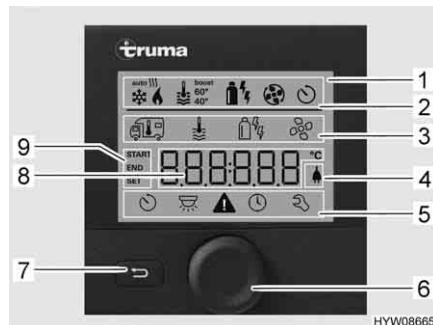

Fig. 119 Centralina di controllo con indicazioni
- Riga di stato (Fig. 119,2)
- Riga di menu in alto (Fig. 119,3)
- Area di indicazione (Fig. 119,8)
- Riga di menu in basso (Fig. 119,5)
- Premere la manopola/il pulsante (Fig. 119,6) per circa 3 secondi. Vengono visualizzate entrambe le righe di menu (Fig. 119,3 e Fig. 119,5). Il primo simbolo lampeggiava.
- Ruotare la manopola/il pulsante (Fig. 119,6), finché viene visualizzato il simbolo del menu desiderato.
- Premere la manopola/il pulsante per memorizzare il valore impostato. Se il valore impostato originariamente non deve essere modificato: Premere il tasto indietro (Fig. 119,7).
- Ruotare la manopola/il pulsante (Fig. 119,6), finché il simbolo del menu del riscaldamento (Fig. 120,1) lampeggiava.
- Premere la manopola/il pulsante per memorizzare il valore impostato. Il simbolo nella riga di stato lampeggia (Fig. 119,2), finché viene raggiunta la temperatura impostata. Se il valore impostato originariamente non deve essere modificato: Premere il tasto indietro (Fig. 119,7).
- Ruotare la manopola/il pulsante (Fig. 119,6), finché il simbolo del menu relativo all'acqua calda (Fig. 120,2) lampeggia.
- Premere la manopola/il pulsante per memorizzare il valore impostato. Il simbolo nella riga di stato lampeggia (Fig. 119,2), finché viene raggiunta la temperatura dell'acqua impostata. Se il valore impostato originariamente non deve essere modificato: Premere il tasto indietro (Fig. 119,7).
Selezione della modalità di funzionamento:	<ul style="list-style-type: none"> <li>■ Ruotare la manopola/il pulsante (Fig. 119,6), finché il simbolo del menu relativo alla modalità di funzionamento (Fig. 120,3) lampeggiava.</li> <li>■ Premere la manopola/il pulsante.</li> <li>■ Ruotare la manopola/il pulsante, finché viene visualizzata la modalità di funzionamento desiderata: <ul style="list-style-type: none"> <li>●  Funzionamento a gas</li> <li>●  Funzionamento elettrico (900 W)</li> <li>●  Funzionamento elettrico (1800 W)</li> </ul> </li> </ul>
- Premere la manopola/il pulsante per memorizzare la modalità di funzionamento impostata. Se il valore impostato originariamente non deve essere modificato: Premere il tasto indietro (Fig. 119,7).
- Ruotare la manopola/il pulsante (Fig. 119,6), finché il simbolo del menu delle ventole (Fig. 120,4) lampeggia.
- Ruotare la manopola/il pulsante (Fig. 119,6), finché il simbolo del menu del timer (Fig. 120,9) lampeggia.